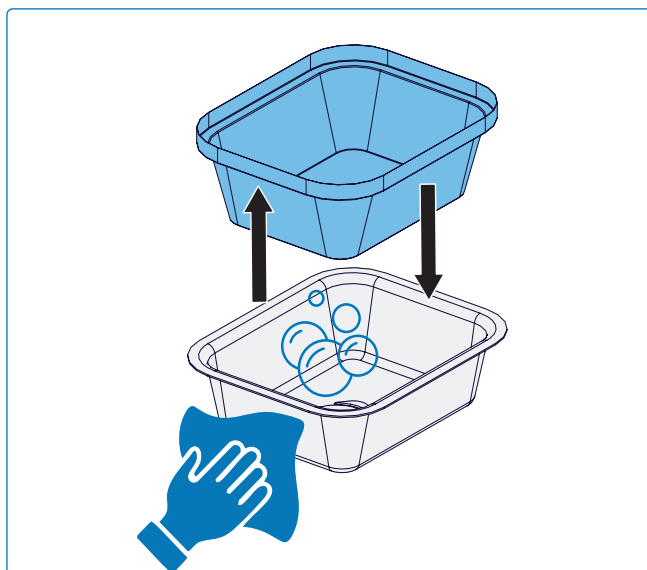

Fig. 24
3. Sustituya la bandeja de grasa desechable cada 2-4 semanas, dependiendo del uso (**Fig 24**).